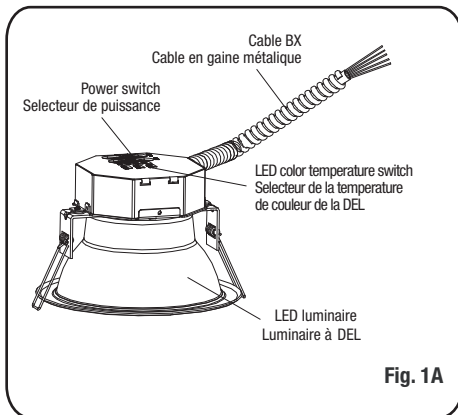

Fig. 1A
1. Select the appropriate power and LED color temperature of luminaire by using the two switches on the top of the driver box (Fig. 1A).
1. Sélectionner la puissance et la température de couleur DEL appropriées pour le luminaire à l'aide des deux sélecteurs situés sur le dessus de la boîte du contrôleur de DEL (Fig. 1A).